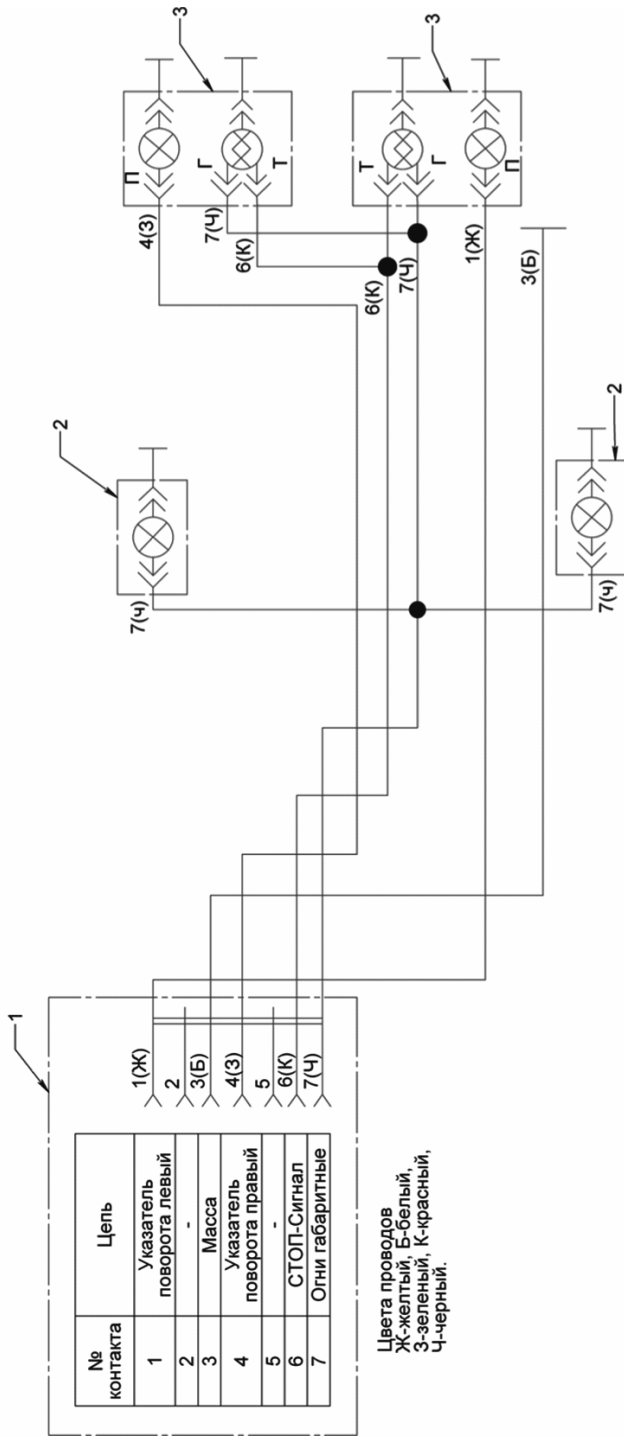

Рис. 5. Принципиальная электрическая схема
4.9. Электрооборудование прицепа (рис.5) выполнено по однопроводной схеме. В качестве второго провода служит "масса" - металлические части прицепа.